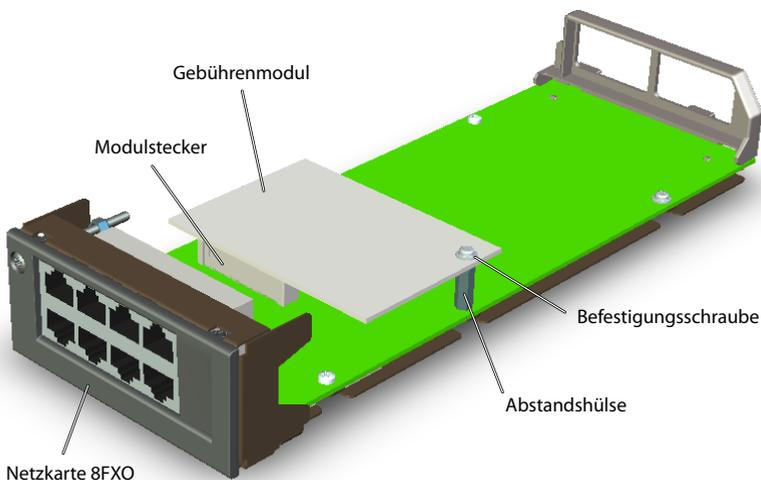

Fig. 28 Gebührenmodul auf Netzkarte 8FXO
3. Entfernen Sie die Befestigungsschraube für das Gebührenmodul auf der FXO-Karte und schrauben Sie an dessen Stelle die Abstandshülse ein (siehe Fig. 28).